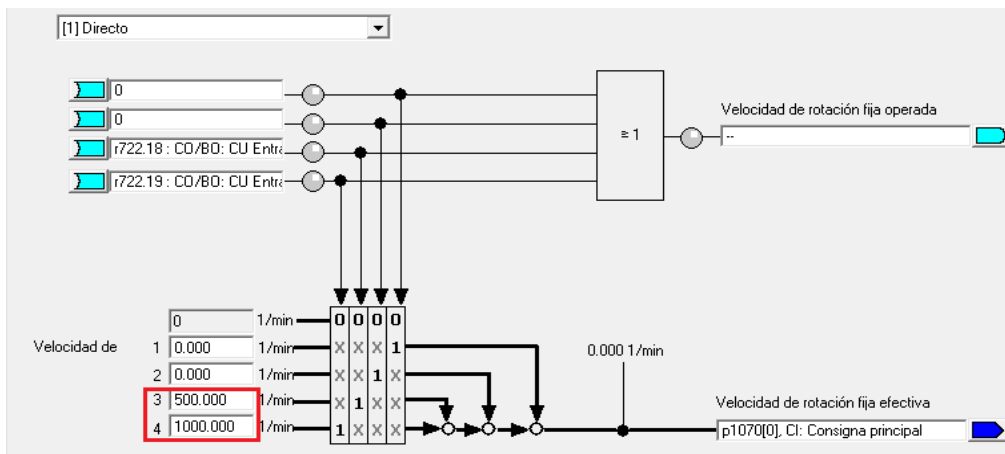

Figura 42: Cambio de consignas
- Luego en los siguientes campos se debe llenar las dos consignas fijas, la primera consigna será de “500”/min y la segunda de “1000” /min (ver Figura 42).